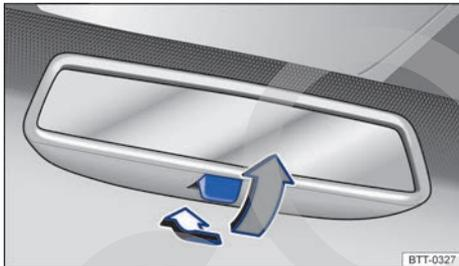

Fig. 76 En el parabrisa: espejo retrovisor interior antideslumbrante manual.
- Posición de noche: tirar de la palanca → fig. 76 (flecha gris), para evitar el deslumbramiento de los faros de los vehículos que circulan detrás.